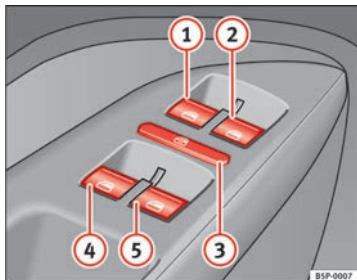

Abb. 67 Ausschnitt aus der Fahrertür: Tasten für die Fenster vorne und hinten
Die Tasten → Abb. 67 ① und ② haben zwei Stufen zum Öffnen und zwei zum Schließen des Fensters. Dadurch ist es einfacher, die Öffnungs- und Schließvorgänge zu kontrollieren.